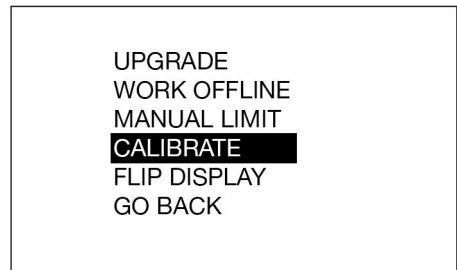
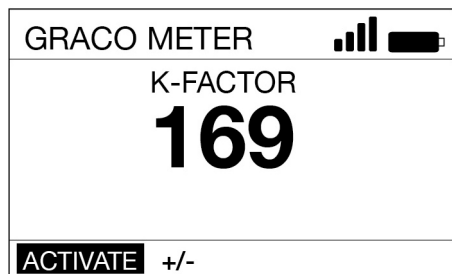

FIG. 20
Fig. 21
4. Selecione a opção CALIBRATE (CALIBRAR) (FIG. 20) para exibir a tela Fator K de calibração mostrada na FIG. 21.
5. Selecione **ACTIVATE** (ATIVAR) e pressione o botão **ENTER** para dar início à calibragem da válvula de distribuição (Fig. 21).